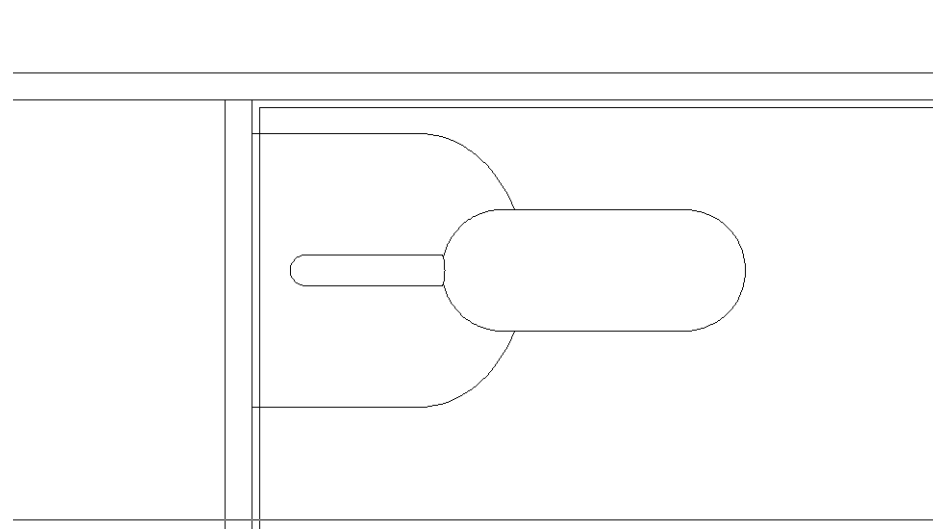

Рис. 5.58 ▼ Чертеж лампы завершен
20. Для завершения формирования чертежа лампы обрежьте левую половину эллипса по линии его большой оси, а затем удалите эту линию. Кроме того, используя в качестве секущих горизонтальные линии потолка, обрежьте оставшуюся часть эллипса, как показано на рис. 5.58.
**Примечание.** Внимательно присмотревшись к рис. 5.58, вы заметите, что в месте соединения контуров плафондержателя и потолка линия не прямая, а слегка